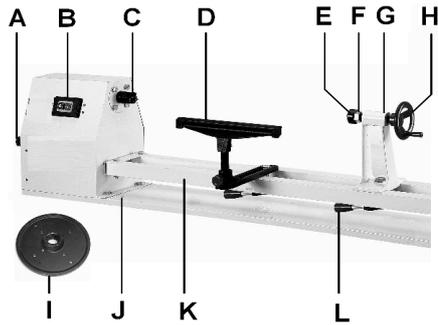

Рис. 1
Для этого в основании станка (J, Рис. 1) предусмотрены отверстия.
Установите подручник (D, Рис. 1) как можно ближе к заготовке. Затяните рукоятку, чтобы зафиксировать его положение.
**Планшайба** (I, Рис. 1) накручивается на резьбовой конец шпинделя и снимается при блокировке шпинделя с помощью поставляемого в комплекте стопорного стержня.
**Четырехзубцовый поводковый патрон** (С, Рис. 1) накручивается на резьбовой конец шпинделя и снимается при блокировке шпинделя с помощью поставляемого в комплекте стопорного стержня.
Поверните маховик (Н, Рис. 1) по часовой стрелке, чтобы выдвинуть пиноль задней бабки. Зафиксируйте пиноль с помощью гайки (F).
Рукоятка (L, Рис. 1) фиксирует положение задней бабки на станине.